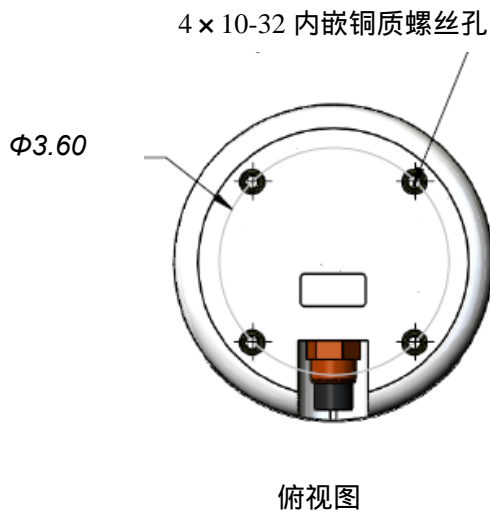

图 2. 嵌有 4 个铜质螺丝孔的位置图
- M9 (图 2)：这种轻便的 9 波束 ADP，测速的剖面范围为 0.2 ~ 30 米，可用于走航或定点的测量方式，适用于浅水或深水河道的测流。M9 的外壳直径为 12.8 厘米，由聚甲醛树脂材料制成。仪器带有 2 套测速探头，包括：4 个 3.0 MHz 和 4 个 1.0 MHz 的对称结构的测速探头，和一个 0.5 MHz 垂直波束探头（回声测深仪）用于测量水深。